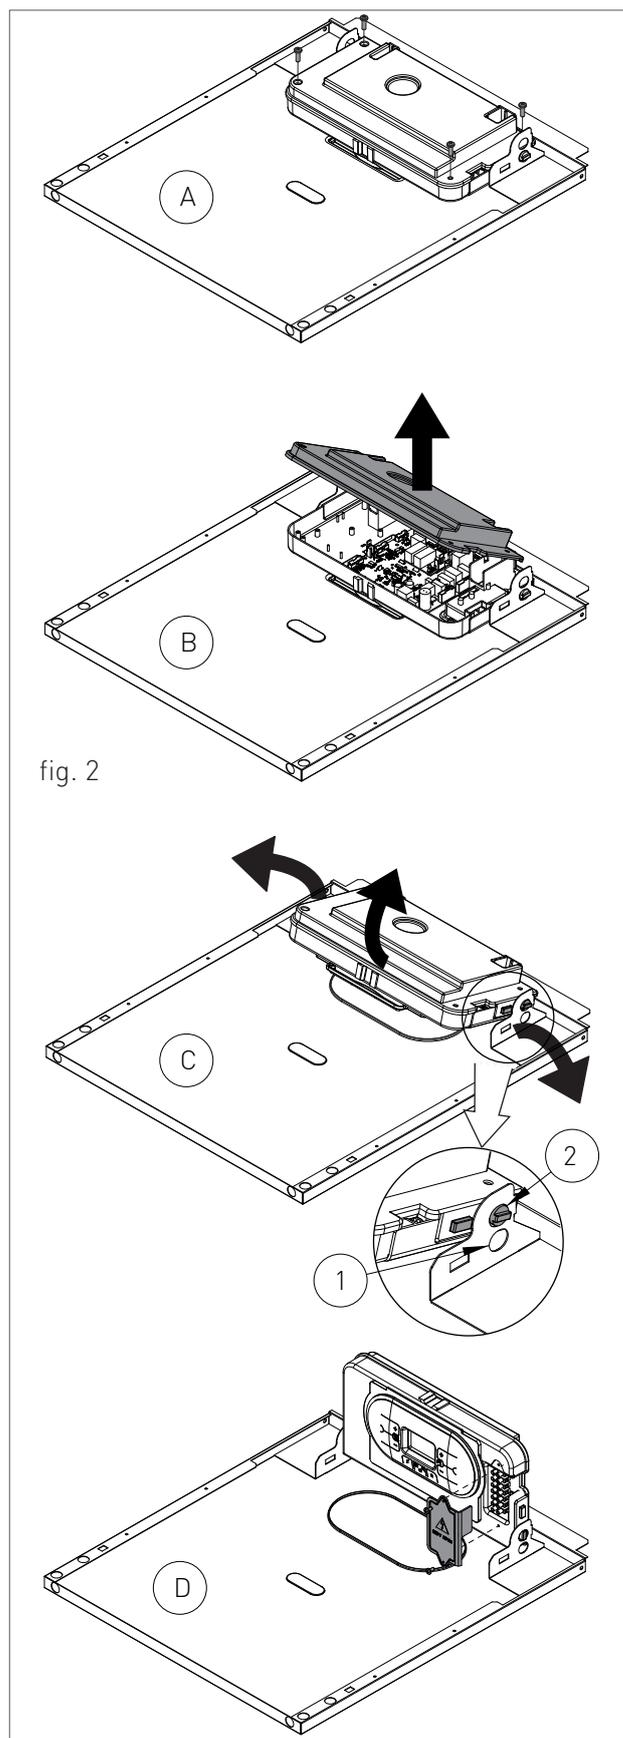

fig. 2
- > svitare le quattro viti di fissaggio (vedi A - fig. 2);
- > rimuovere il carter verso l'alto (vedi B - fig. 2).
- > Afferrare contemporaneamente le staffe di supporto del pannello comandi (vedi C - fig. 2) allargandole, e spostare il pannello comandi dalla posizione '1' alla posizione '2' (vedi dettaglio, C - fig. 2);
- > svitare le due viti e rimuovere il piastrino (vedi D - fig. 2).
- › collegare il tubo scarico acqua e aprire il rubinetto di scarico R2 del flussimetro del circuito solare (fig. 2);